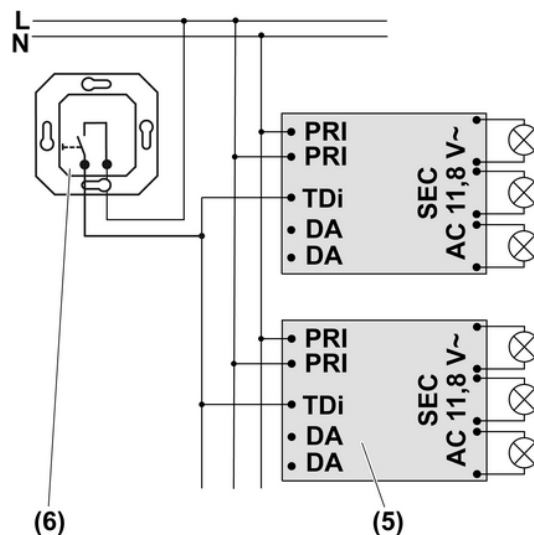

Bild 5: Anschlussplan mit Installationstaster
- Trafo (5) und Installationstaster mit Schließerkontakt (6) entsprechend Anschlussplan (Bild 5) anschließen.